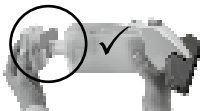

Abbildung 12:
- Verschließen Sie den Tank vor der nächsten Nutzung, indem Sie den Tankdeckel bis zum Anschlag in den Tank schieben. Achten Sie dabei darauf, dass der Tankdeckel in der richtigen Position eingeschoben wird (siehe Abbildung 12).